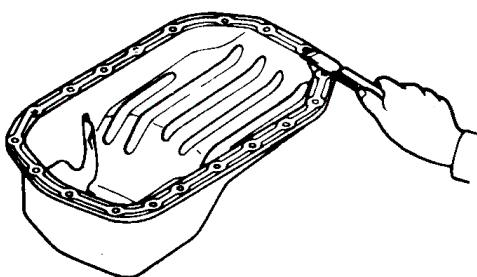
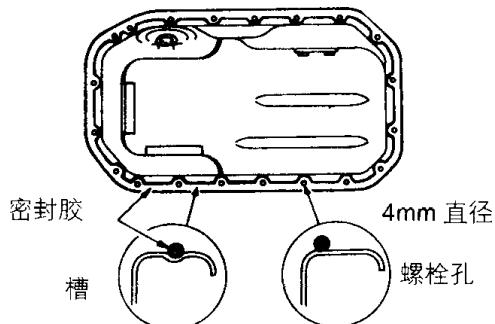

图 2-80 除去油底壳表面密封胶
图 2-81 涂抹密封胶
(3) 安装油底壳时, 先从油底壳和气缸体接触表面除去密封胶(见图 2-80 所示), 再对油底壳凸缘的内侧四周涂 4mm 宽的珠状密封胶(见图 2-81 所示)。所规定的密封胶为三菱牌产品号 MD997110 或相当的品种。涂上密封胶后 15min 内将油底壳装配到气缸体上。